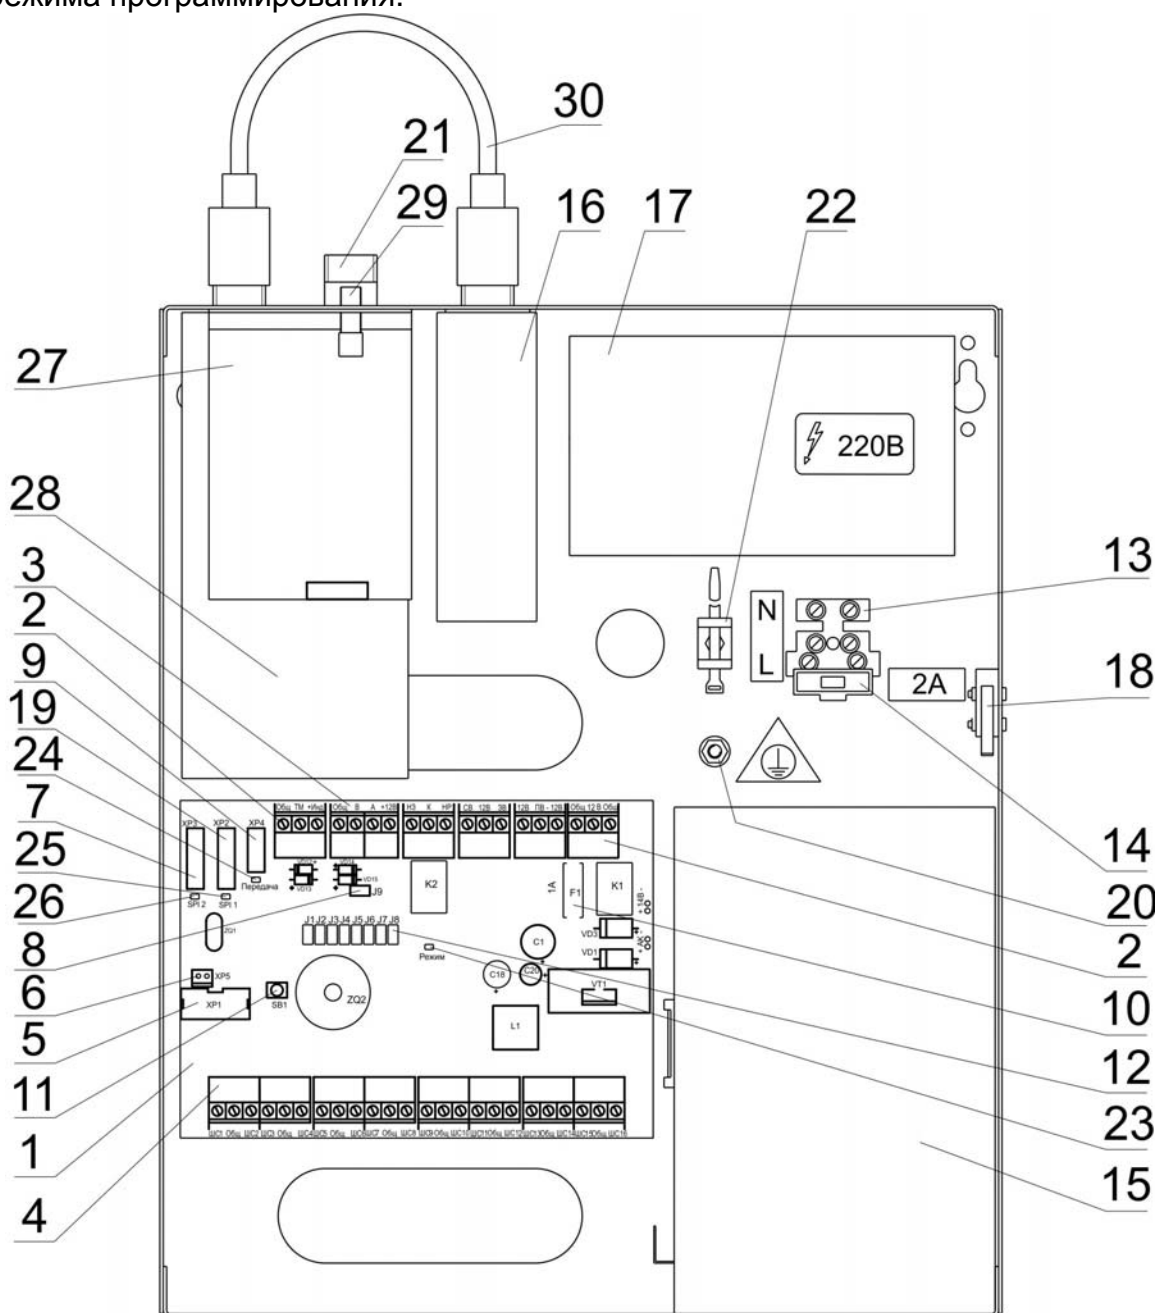

Рисунок 3 - Размещение узлов в кожухе прибора «Протон» для двухсторонней радио- и GSM-связи.
1.4.1.2 В кожухе прибора смонтированы (см. рисунок 3): печатный узел управления, источник питания 220/14В, контакт контроля вскрытия прибора (тампер).